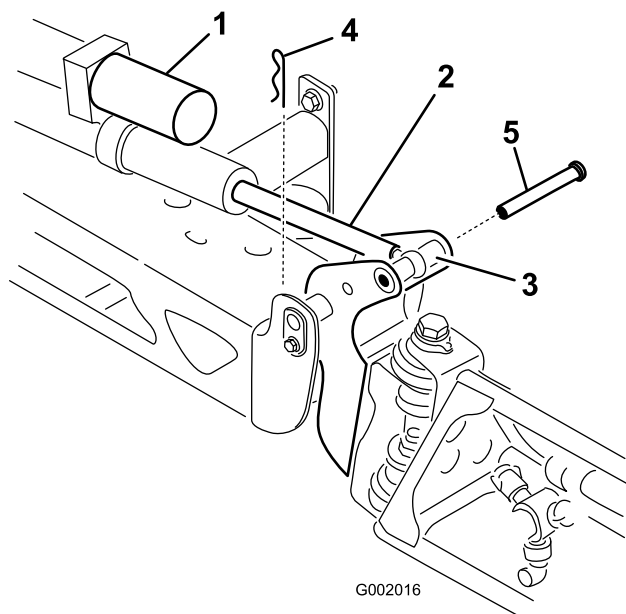

Bild 45
- Nehmen Sie den Splint vom Lagerbolzen ab (Bild 45).
- Heben Sie den Ausleger an, um das Scharnier mit der Aktuatorstange auszurichten. Halten Sie den Ausleger fest und stecken Sie den Stift durch das Scharnier des Auslegers und die Aktuatorstange (Bild 45).
- Heben Sie den Ausleger an und nehmen Sie den Stift ab (Bild 45). Senken Sie den Ausleger langsam auf den Boden ab.